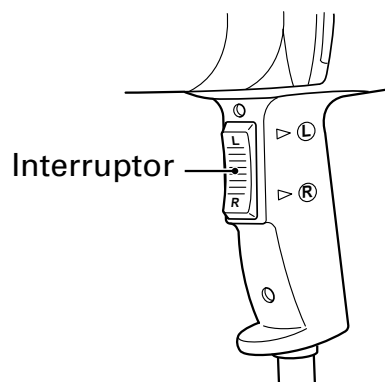

Fig. 4
1. Operación del interruptor (Fig.4)